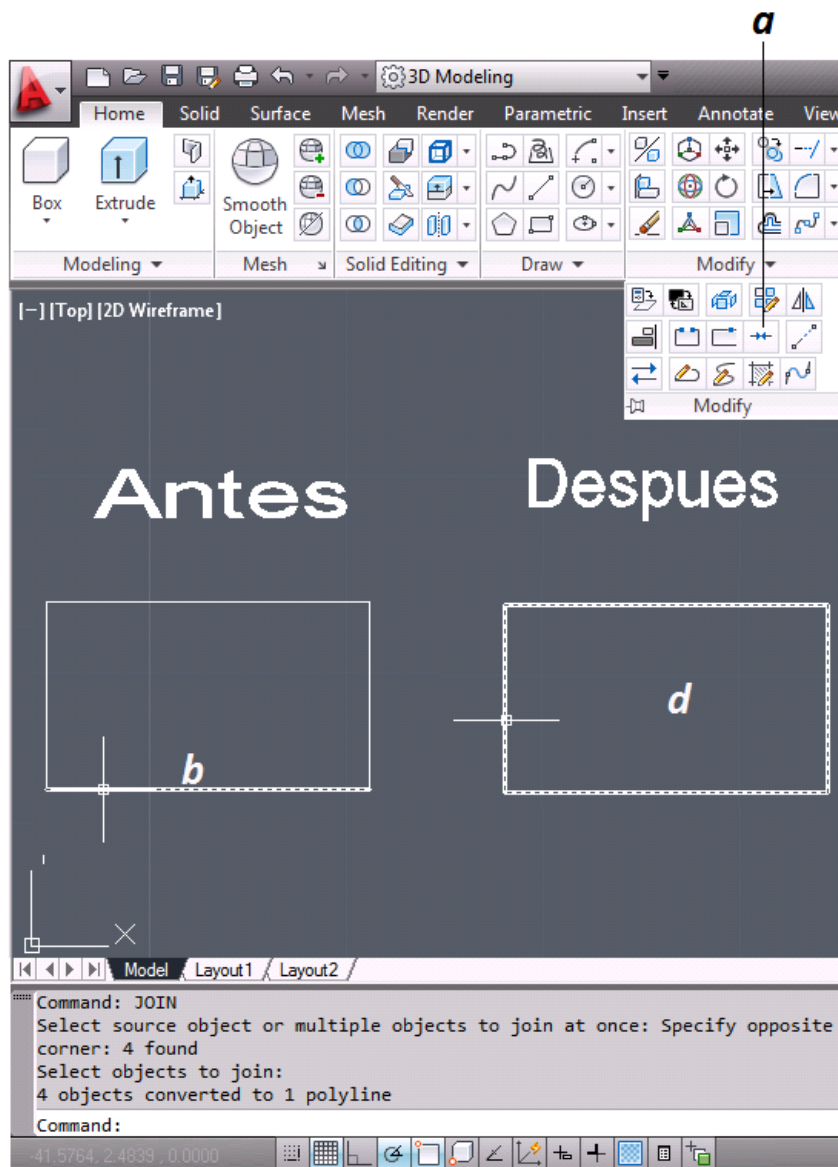

Figura 3.41 Modificación de Entidades “Unir”
- a. Se selecciona el comando Unir (*figura 3.41*).
- b. Se selecciona las entidades que se desee unir (*figura 3.41*).
- d. Ahora todas las entidades se comportan como una misma (*figura 3.41*).